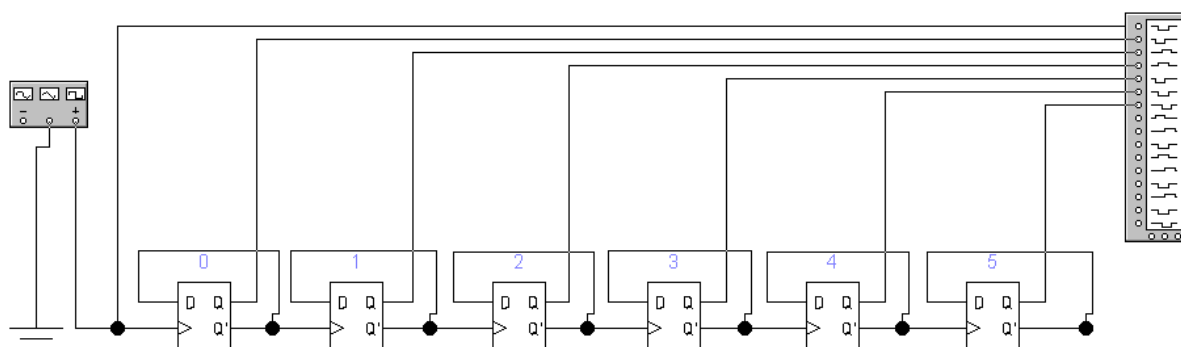

Fig. 2. Schema electrică a contorului binar de ordinul șase al numărării directe (regim dinamic).
1.4. Construiți schema contorului binar de ordinul șase cu numărare directă prezentată în Fig. 2.